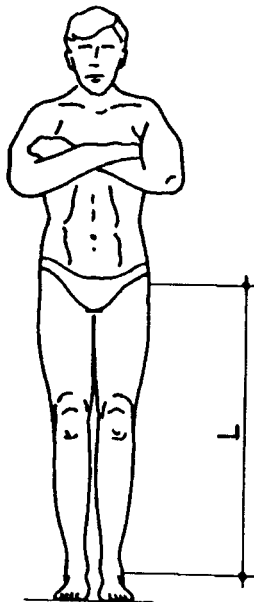

Abb. 3
- Die Länge der Gliedmaßen des Patienten in Zentimetern messen (Abb.3).